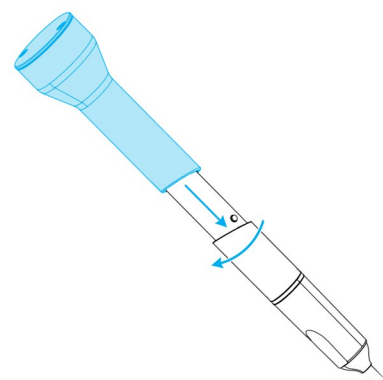

Abbildung 10: Verwendung der Hülse zur Integritätsprüfung
3. Schieben Sie die Integritätsprüfungshülse über das Handstück, und drehen Sie die Hülse im Uhrzeigersinn, bis sie einrastet (*siehe Abbildung 10: Verwendung der Hülse zur Integritätsprüfung, S. 37*).